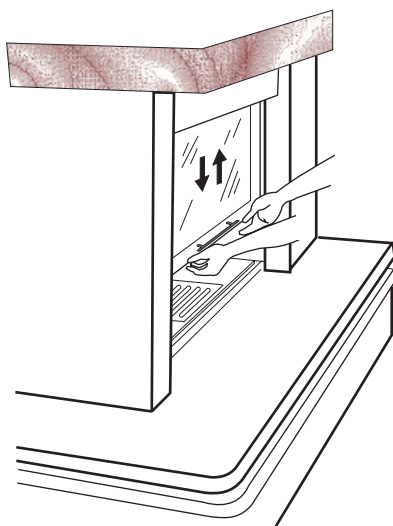
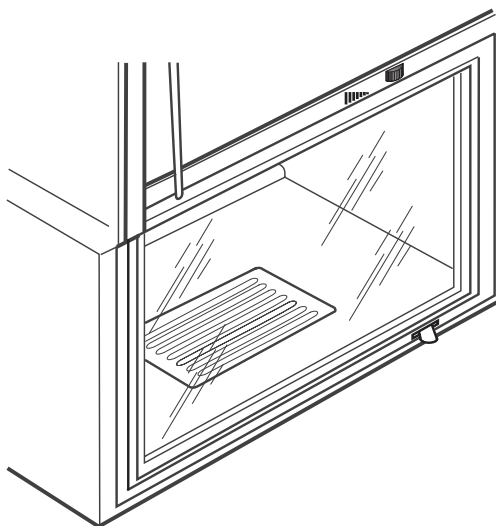

Fig. 6.5.1
Fig. 6.5.2
6.5 COME USARE LA PORTINA (FIG. 6.5.1)
L'apertura si ottiene impugnando la maniglia e spingendola verso l'alto Fig. 6.5.1. Durante il normale funzionamento del caminetto, salvo per le fasi di caricamento della legna, la portina va tenuta completamente abbassata (fig. 6.5.2).
6.5 HOW TO USE THE DOOR (FIG. 6.5.1)
To open the door lift the handle and push up (Fig. 6.5.1). During normal operation of the fireplace, except when loading wood, the door must be kept completely lowered (fig. 6.5.2).
6.5 HANDHABUNG DER TÜR (ABB. 6.5.1)
Zum Öffnen den Griff anfassen und nach oben schieben (Abb. 6.5.1). Während des normalen Betriebs des Heizkamins muss die Tür außer in den Holzbeschickungsphasen vollständig abgesenkt bleiben (Abb. 6.5.2).